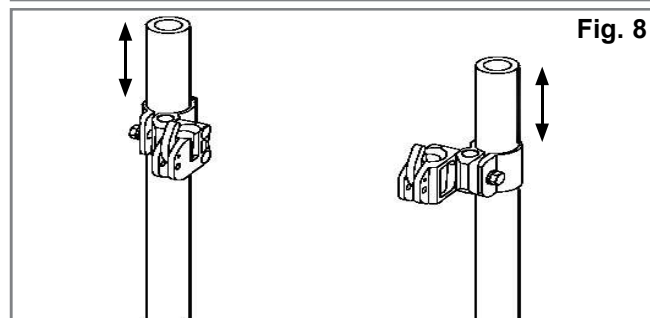
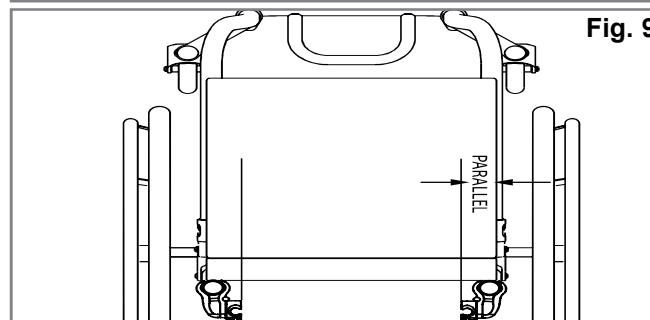

Fig. 8
Fig. 9
(Fig. 8, 9, 10,).
2. Fastställ önskad placering för fästena på stolens ryggrör. Monteringsfästena bör vara på ungefär samma höjd på vardera ryggrör (Fig. 8) och parallellt i förhållande till sitsramen, (Fig. 9). Högre placering på ryggrören är generellt bättre.